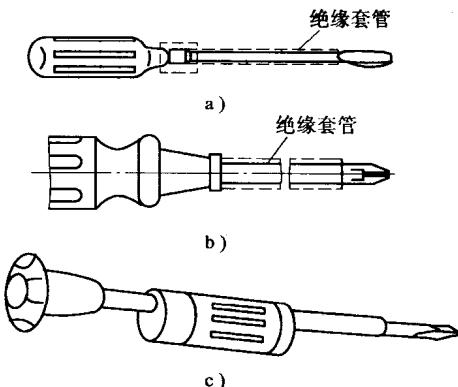

图 1-6 螺钉旋具
**4. 螺钉旋具** 螺钉旋具俗称螺丝刀、起子或改锥，是一种紧固或拆卸螺钉的工具。按其头部形状，可分为一字形和十字形两种，如图 1-6 所示。按其手柄材料不同，可分为木柄和塑料柄两种。塑料柄具有较好的绝缘性能，适合于电工使用。